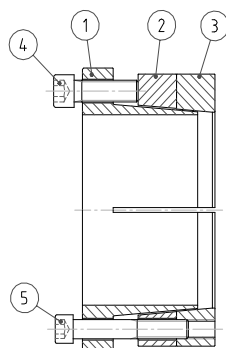

Fig. 1
2. Allentare tutte le viti di almeno 2 giri e spostarne almeno 2 con diametro maggiore [4] nei fori di estrazione dell'anello interno [1]. Serrare leggermente queste ultime, in modo da separare gli anelli per una più facile installazione del calettatore (fig.1).
4. Allentare tutte le viti con diametro minore [5] e separare l'anello esterno [3], serrando nuovamente le viti di smontaggio secondo uno schema a croce, di 1/4 di giro ad ogni passata (fig.1).